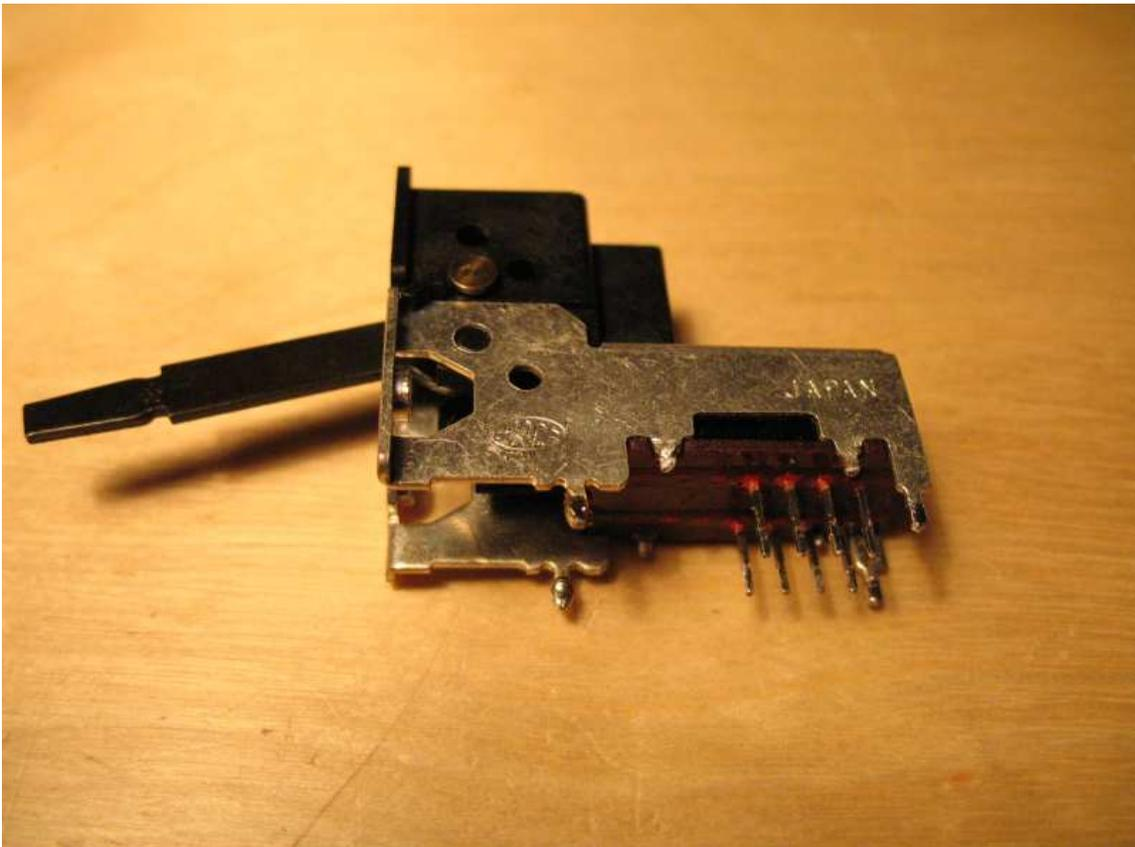

Abbildung 3.3: Kippschalter vor auseinanderbauen
- Schalter öffnen (siehe Abb. 3.3 und folgende) eine kleine Zange kann sehr gut als Hebel zum aufbiegen der Gehäuse verwendet werden.